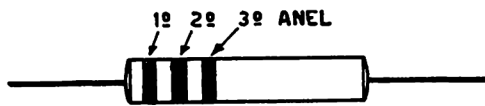

Fig. 2 — Sistema de marcação de resistências com três anéis.
Fig. 2 — Vista de tampo do sistema de eletrodos da DM70. Os elétrons emitidos pelo filamento f atravessam uma abertura na grade g e causam a fluorescência da placa a .
2.º — A côr do corpo não tem significação, sendo os algarismos dados por anéis. A leitura é feita a partir do anel que está mais próximo de uma das extremidades. O primeiro e o segundo anéis indicam os dois primeiros algarismos, e o terceiro indica o número de zeros a serem acrescentados. Se tivermos, por exemplo, uma resistência com os seguintes anéis: 1.º verde, 2.º azul e 3.º laranja (fig. 2), seu valor será: